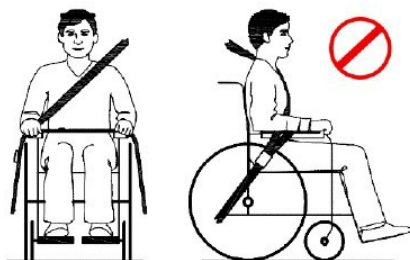

Figure 8
- 4- Les ceintures doivent être tenues près du corps de l'utilisateur et ne doivent pas être tenues à distance de celui-ci par des composants ou des pièces de la base de positionnement (par exemple, par les appui-bras ou les roues). Afin d'optimiser le positionnement de la ceinture pelvienne et de la ceinture du torse supérieur sur l'occupant, il peut être nécessaire d'insérer la courroie de la ceinture pelvienne entre l'appui-bras et le dossier ou à travers des ouvertures entre le dossier et le siège afin d'éviter de placer la courroie sur l'appui-bras. (Voir figure 8 et 9)